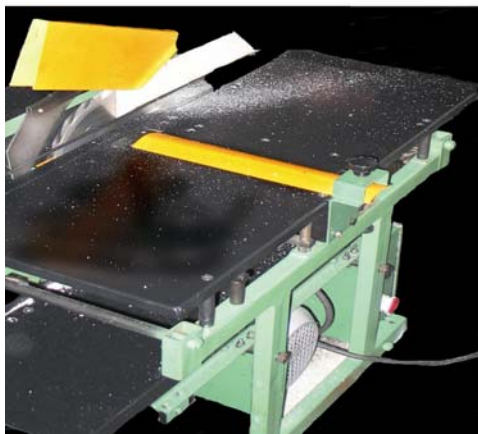

Рис. 4
9.2.1 Для выполнения операции пиление (рис.4) необходимо произвести следующие подготовительные работы:
Выполнение фрезерования производится аналогично продольному пиленю рис.4. При фрезеровании заготовок длиной менее 300 мм и шириной менее 50мм необходимо применять толкатель рис.14 Проталкивание заготовки следует производить передним выступом толкателя по торцевой части заготовки.